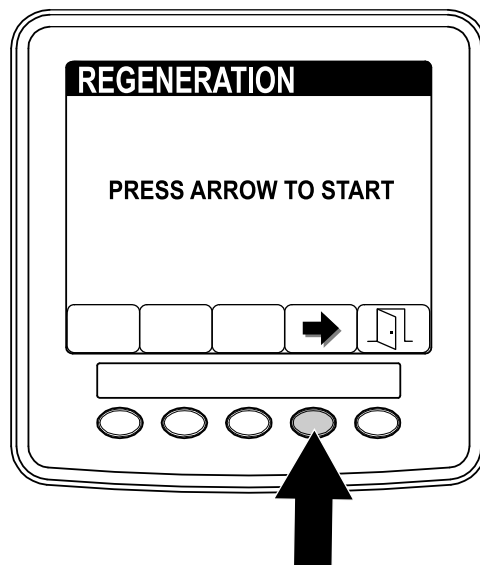

図 51
3. DPF 再生画面でボタン4を押して再生を開始する 図 51。